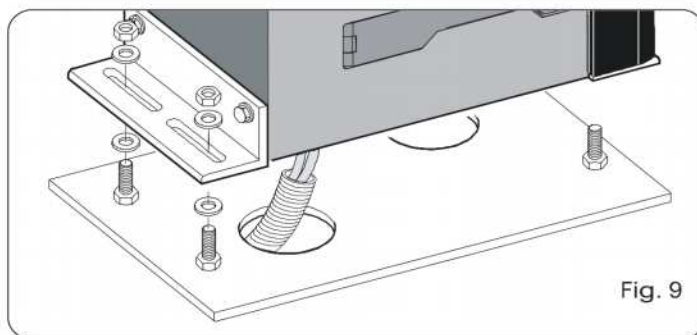

Fig. 9
- 3) Coloque el operador sobre la placa utilizando las arandelas y las tuercas suministradas en dotación como muestra la Fig. 9.